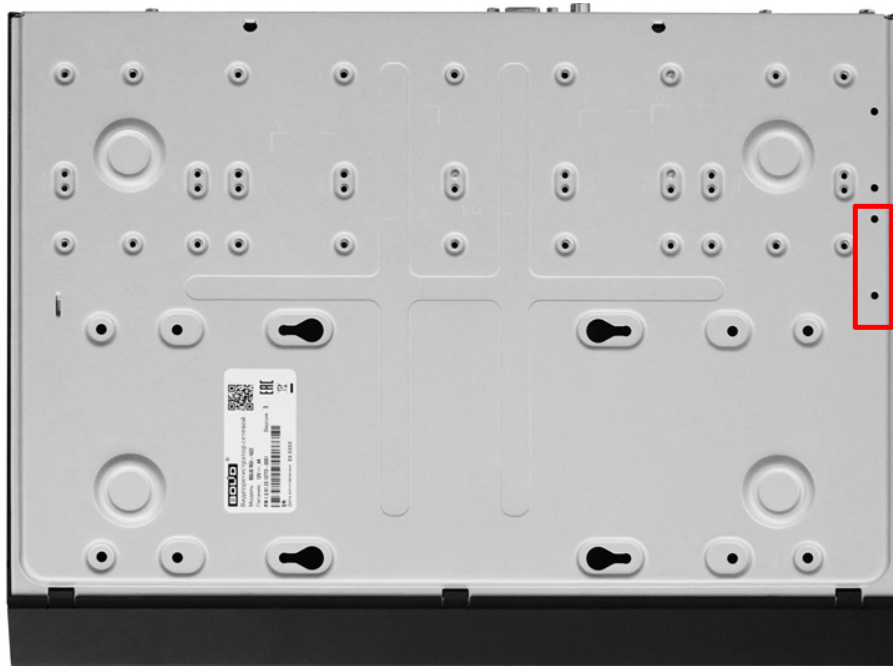

Рисунок 5.10 – Монтаж. Тип С
2. На дне корпуса видеорегистратора находятся отверстия для соединения и фиксации видеорегистратора к кронштейну (Рисунок 5.10).